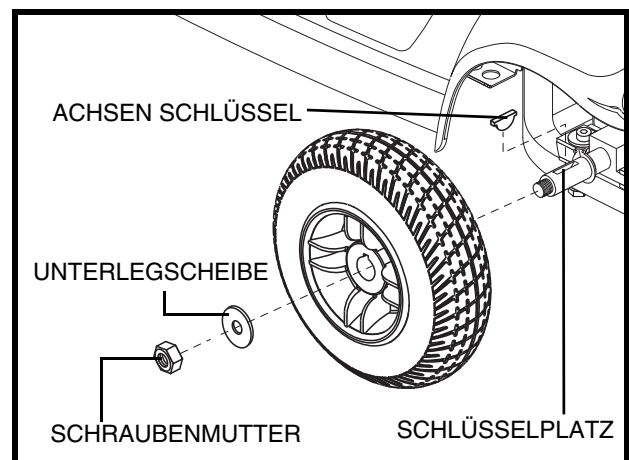

Abb. 27. Vollgummi Reifenradenthebung
3. Entfernen Sie die Schraubenmutter und Unterlegscheibe des Antriebsrades von der Radnabe. **Siehe Abb. 27.**
5. Schieben Sie das neue Rad wieder über die Radachse. Versichern Sie sich, dass der Achsenschlüssel in seinem Schlüsselplatz ist. **Siehe Abb. 27.**